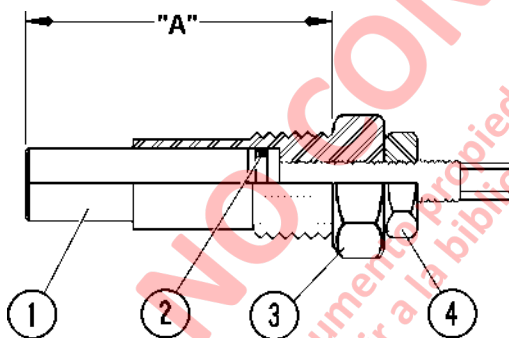

FIGURA 6-13. CONJUNTO DEL AJUSTADOR DE CARRERA
20. Mida y anote la dimensión "A" del conjunto del ajustador de carrera como se muestra en la Figura 6-13.
21. Suelte la tuerca de bloqueo (4). Separe el vástago (1) del casquillo (3). Saque y deseche el O-Ring (2).
23. Instale un nuevo O-Ring (2) en el vástago (1) y reensámblelo al casquillo (3). Ajuste la distancia del vástago al casquillo a la dimensión "A", registrada en el paso 21. Apriete la tuerca de bloqueo (4).
34. Instale el conjunto del ajustador de carrera (Figura 6-13) para mantener el bloque de sujeción en su lugar.